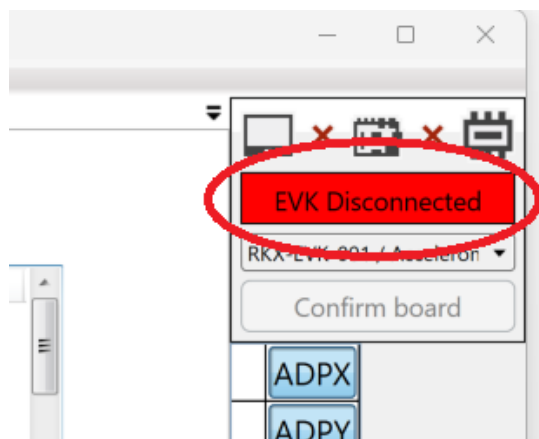

Figure 97. EVK GUI SW の接続状態の確認
2. ROHM EVK GUI の接続ステータスが「Disconnected」になっていることを確認します。(Figure 97)